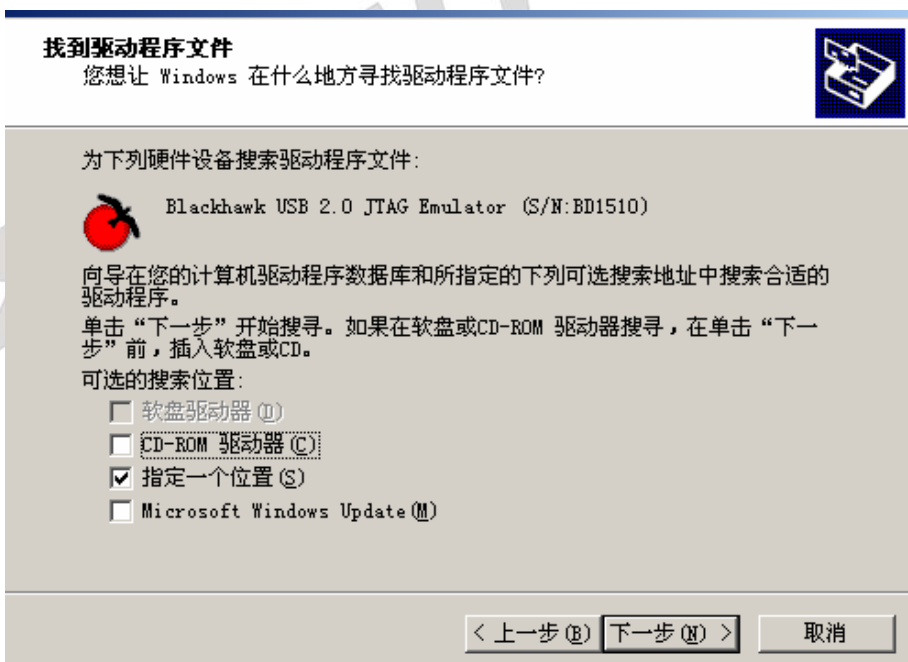

图 7.8 开发软件 USB 开发系统驱动安装示意图 3
F. 继续点击下一步完成安装， 选择指定一个位置(图 7.8)。